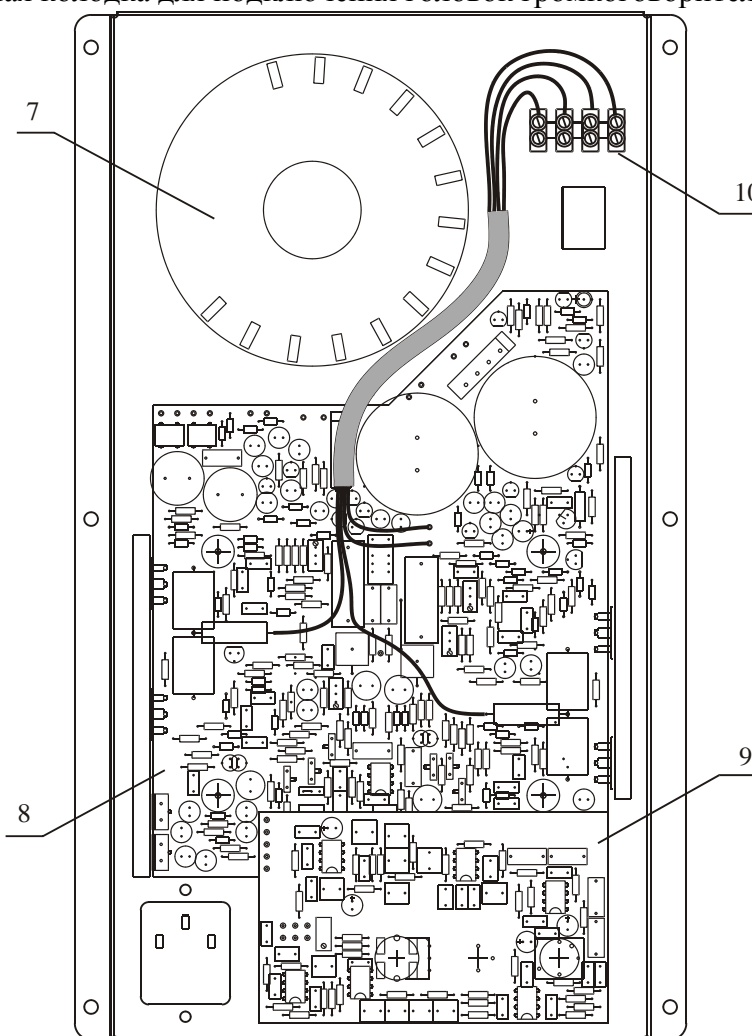

Рис.2
Внутренний вид модуля показан на Рис. 2. Цифрами обозначены:
8.2 После выполнения отверстий подключите головки громкоговорителей к клеммной колодке 10 (рис. 2) в соответствии с табл. 1.